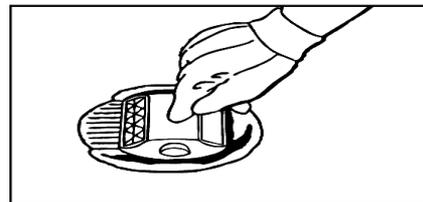

Рис. 3
4. Положите катафот поверх клеевой подушки и аккуратно придавите его пальцами (рис. 3). Будьте осторожны, пользуйтесь защитными перчатками и очками.